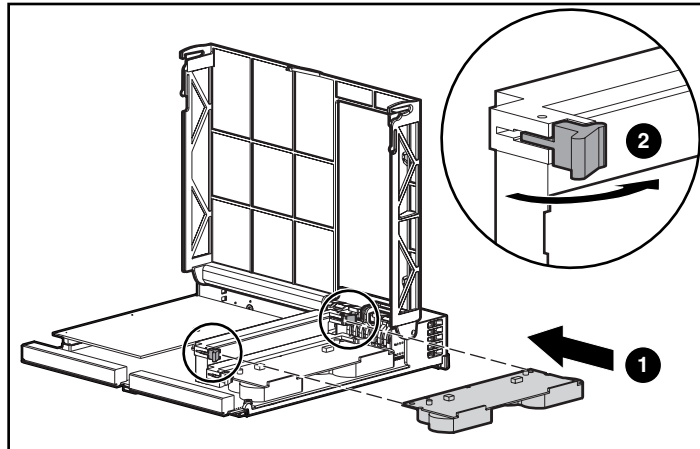

Abbildung 7: Einsetzen des Cache-Moduls
6. Setzen Sie den neuen MSA1000 Controller-Cache in den Controller ein ❶. Vergewissern Sie sich, dass die seitlichen Verriegelungen ganz eingerastet sind ❷. Siehe Abbildung 7.